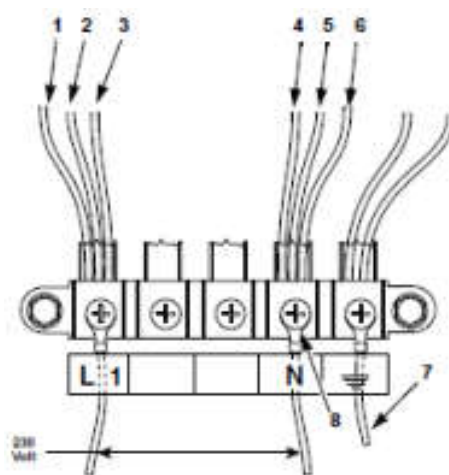

Рисунок 26
8. Разместите табличку801813 (поставляется в комплекте) под клеммную колодку. Смотрите *Рисунок 26*.